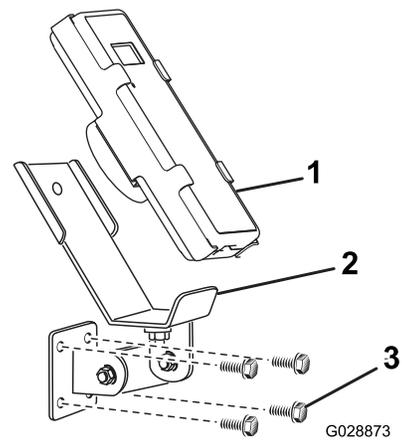
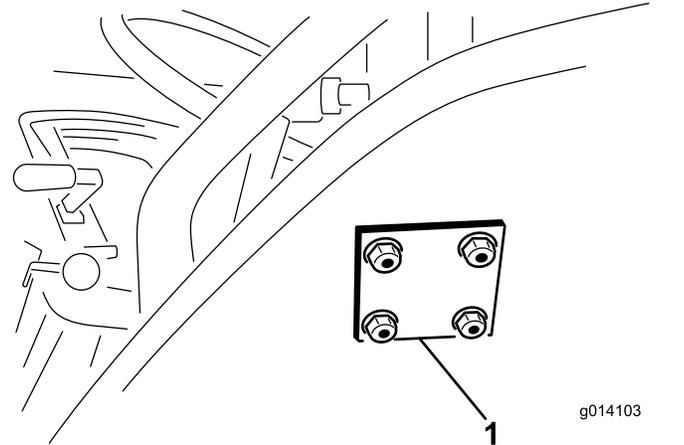

Рисунок 10
Рисунок 11
3. Прикрепите монтажный кронштейн и опорную пластину с помощью 4 болтов с фланцевыми головками (5/16 x 1½ дюйма) и фланцевых контргайк (Рисунок 10 и Рисунок 11).